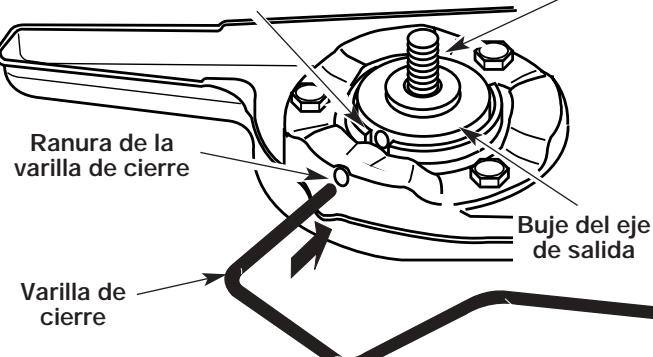

Fig. 8
- Alinee el orificio del buje del eje con la ranura de la varilla de cierre e inserte la varilla de cierre en el orificio del buje del eje (Fig. 8).